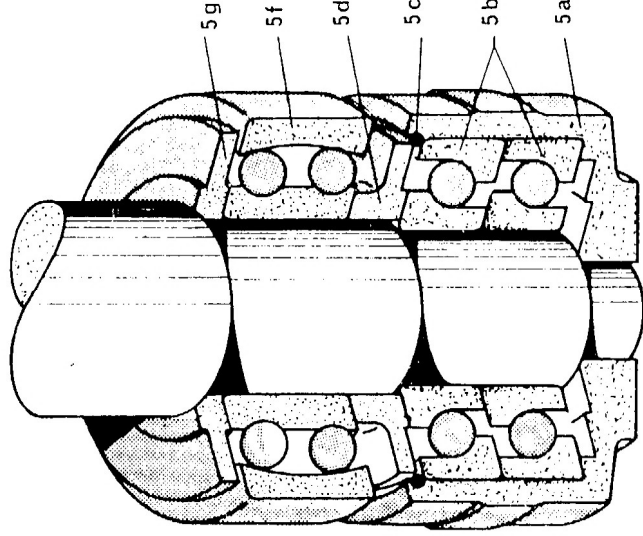

Bild 8/3
- 4) Die beiden Schrägkugellager 5b dürfen nur zusammen erneuert werden. Beachte, daß die Schrägkugellager nur in einer Richtung axial belastet werden dürfen. Sie müssen daher so eingebaut werden, daß der schmale Rand jedes Kugellager-Außenringes oben liegt (Bild 8/3). Bei falscher Anordnung werden die Kugellager sofort zerstört. Beim Einbau verfähre man wie folgt: Die angewärmten Schrägkugellager auf die Spindel schieben. Sprengring 5c über die Kugellager schieben. Kugellager erkalten lassen. Dann Fußlagerdruckgehäuse 5a über die Kugellager schieben. Sprengring 5c in die Nute des Fußlagerdruckgehäuses eindrücken.